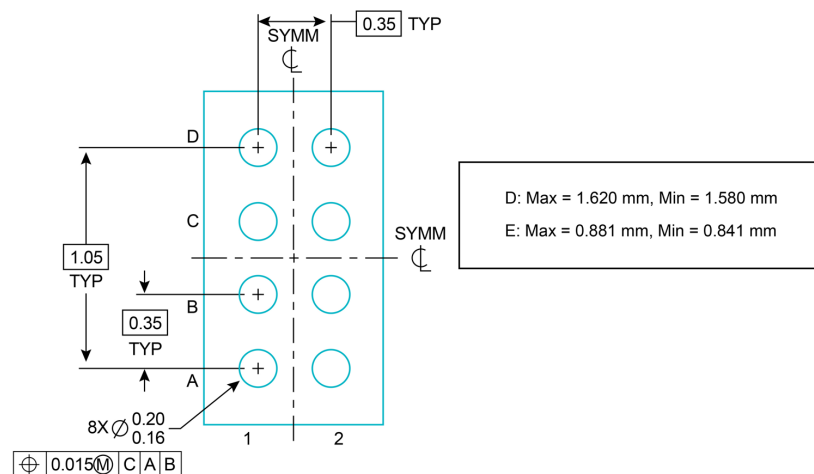

图 2. MSPM0C1104 八球 WCSP 封装图纸 (标称值为 $1.50 \times 0.86\text{mm}$ ，厚度为 0.35mm)
- **晶圆芯片级封装 (WCSP)** 与其他封装类型相比，这些封装的外形尺寸更小。焊球阵列直接连接到硅片，使封装尺寸等于硅片尺寸（请参见图 2）。这一封装在 1.38mm^2 的空间内装入了 8 个焊球，使每平方毫米区域集成更多功能。此外，MSPM0C1104 还采用比同类竞争器件小 38% 的 WCSP 封装，使其成为世界上最小的 MCU。